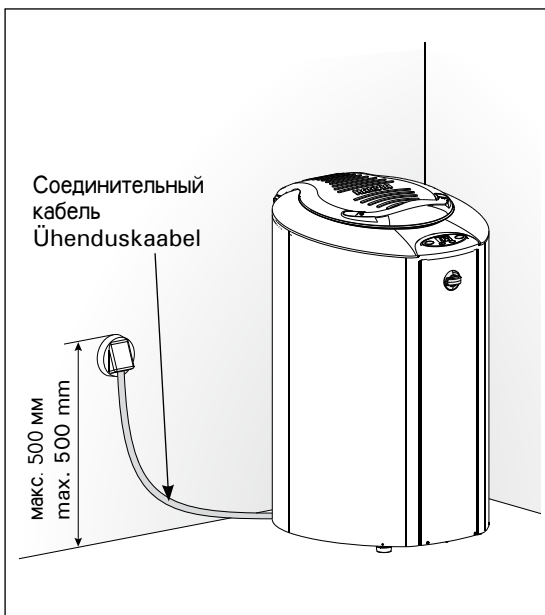

Рисунок 9. Установка каменки
Колодка нагревательных элементов, кроме подачи питания, используется также в качестве дополнительного разъема (P) для внешнего управления нагревом. См. рис. 9.